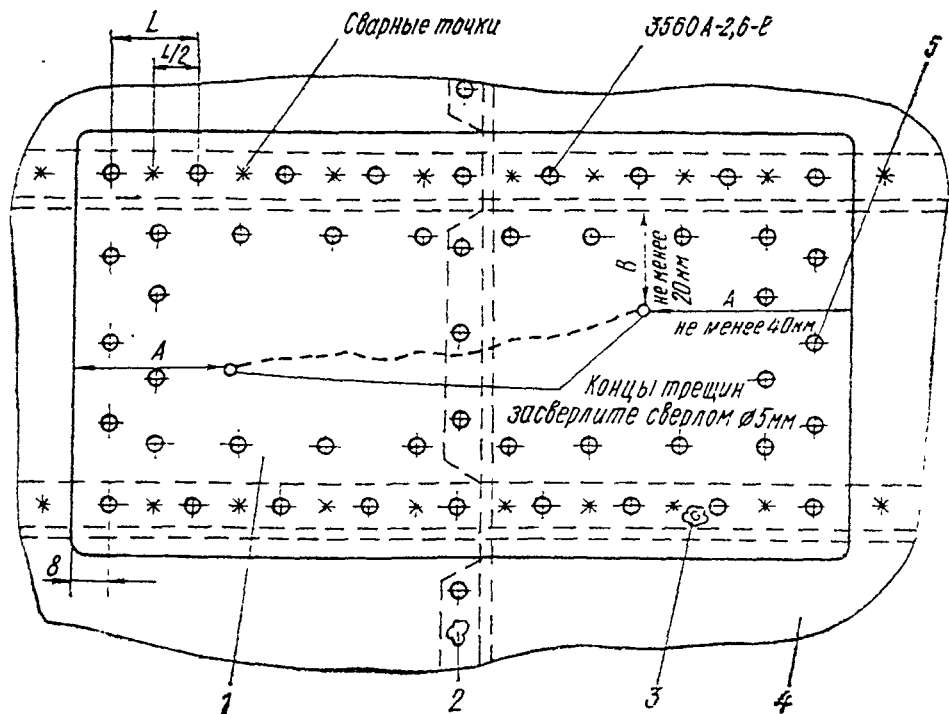

Рис. 4.3 Типовой ремонт обшивки gondoly двигателя при расположении трещин вблизи силовых элементов:
3. Обшивку с трещинами, расположенными вблизи силовых элементов конструкции гондолы (штапгоутов, стрингеров), ремонтируйте установкой накладки. Накладку устанавливайте, используя отверстия от высверленных заклепок, или сверлите отверстия под заклепки между сварными точками крепления силовых элементов к обшивке. Концы трещины засверлите сверлом $\varnothing 5$ (рис. 4.3).